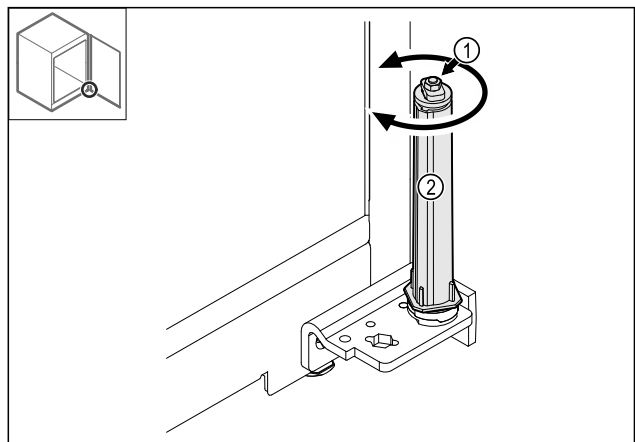

Fig. 40
- Ne szerelje szét a zárórendszer csavarkötését Fig. 40 (1).
- Forgassa el a zárórendszert Fig. 40 (2), amíg az be nem kattann.